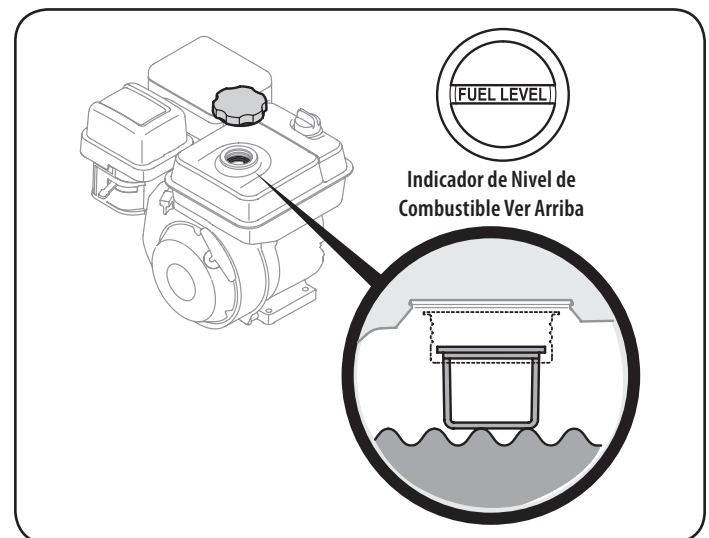

Figura 9
4. Llenar el tanque hasta que el combustible llegue a la "lleno de combustible" marca del indicador. Véa la Figura 9.